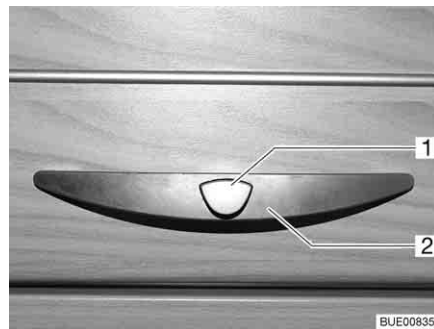

Bild 51 Skåplucka med tryckknapp
- Tryck på låsets inre del. Tryckknappen skjuts ut (Bild 51).